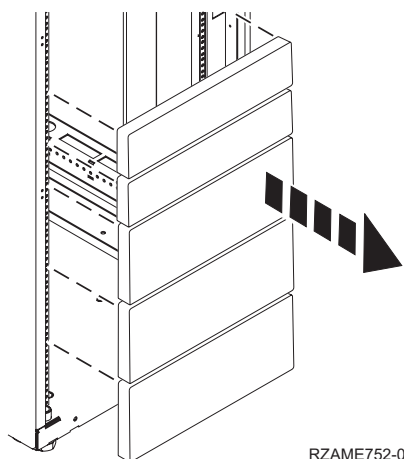

Figura 1. Removendo os painéis de preenchimento
3. Se necessário, remova os painéis de preenchimento para permitir acesso ao interior do gabinete do rack onde você planeja colocar a unidade, conforme mostrado em Para obter detalhes, consulte Figura 1 na página 3